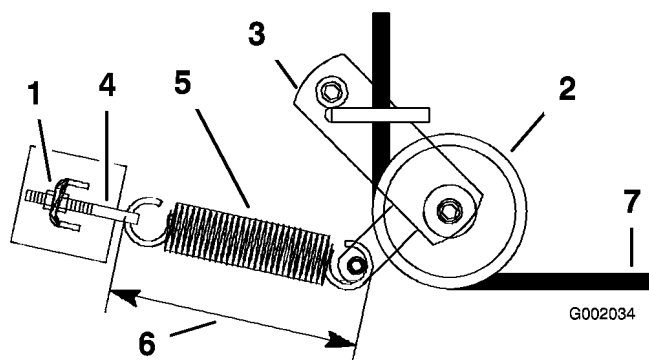

Figure 45
4. Desserrez l'écrou extérieur sur le boulon à œil du ressort (Figure 45).
9. Serrez l'écrou extérieur sur le boulon à œil du ressort (Figure 45).
Remarque: Vérifiez la longueur du ressort. Il doit mesurer 238 + 3 mm (9-3/8 + 1/8 po) une fois en place. Procédez à un réglage si la longueur n'est pas correcte (Figure 45).